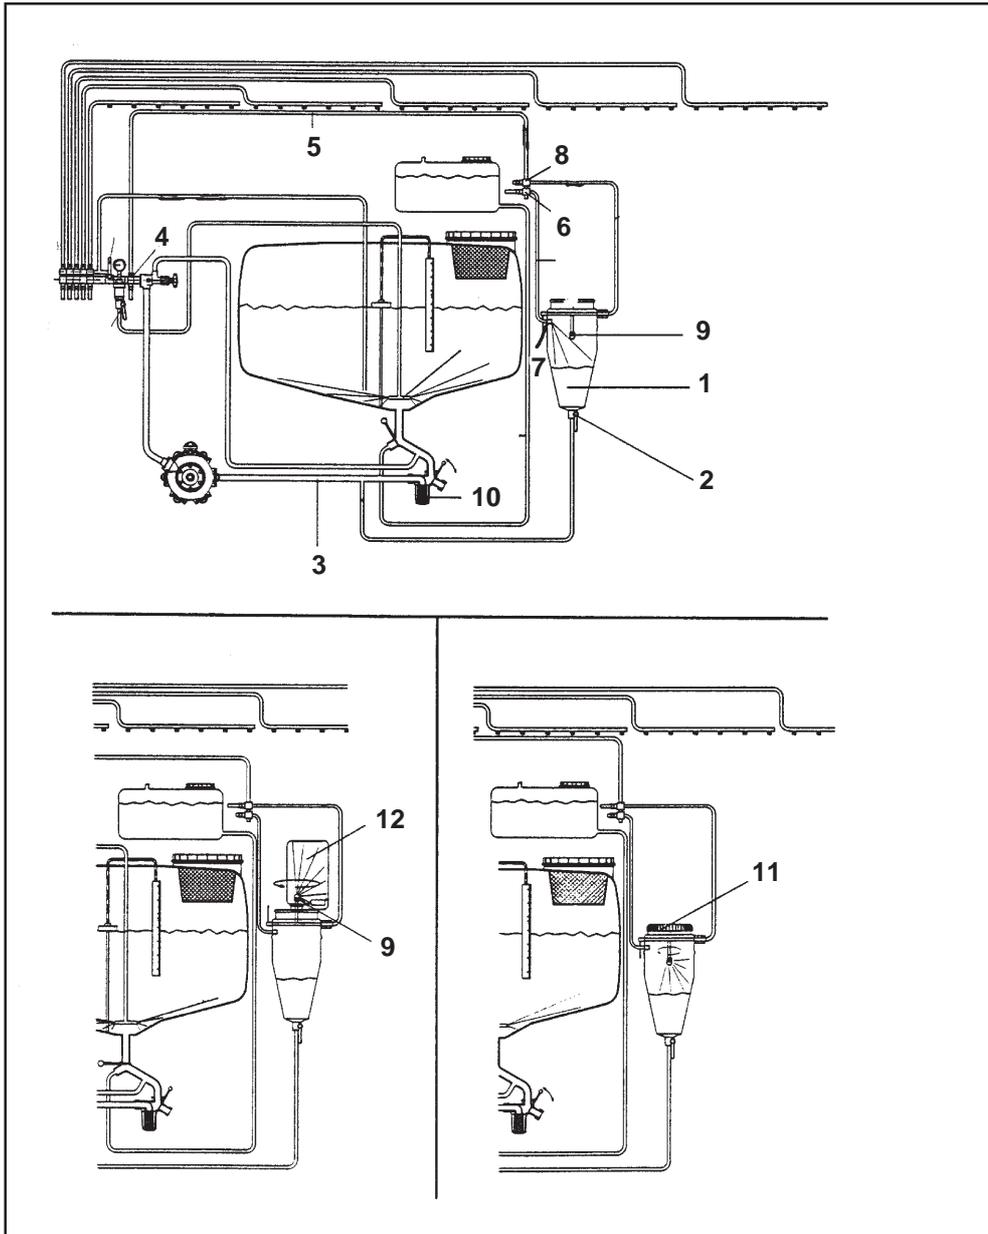

Рис. 12.9
- открыть простые краны (рис. 12.9/2) внизу измерительной емкости и на арматуре управления.
- Открыть простой кран (рис.12.9/6) для распылителя (рис.12.9/7).
- Закрывать простой кран (рис. 12.9/ 6).
- Откачать раствор из измерительной емкости. Прополоскать измерительную емкость с помощью канистрового распылителя (рис. 12.9/9).
Откачивание раствора из измерительной емкости ускорится, если на фильтре-кране (рис.12.9/10) рычаг управления поставить в положение “заливка”.
При ополаскивании измерительной емкости закрыть ее отверстие крышкой (рис.12.9/11).
- Закрывать простые краны (рис. 12.9/2 и 12.9/4).